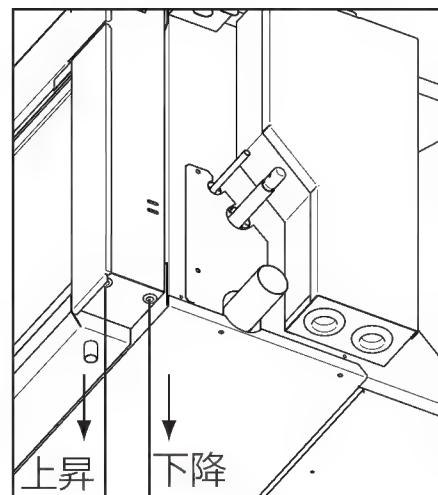

図1
2. フィルターを下降させる：本体に近い方のチェーンを引張る。(図1)
フィルターを上昇させる：吸込側のチェーンを引張る。(図1)